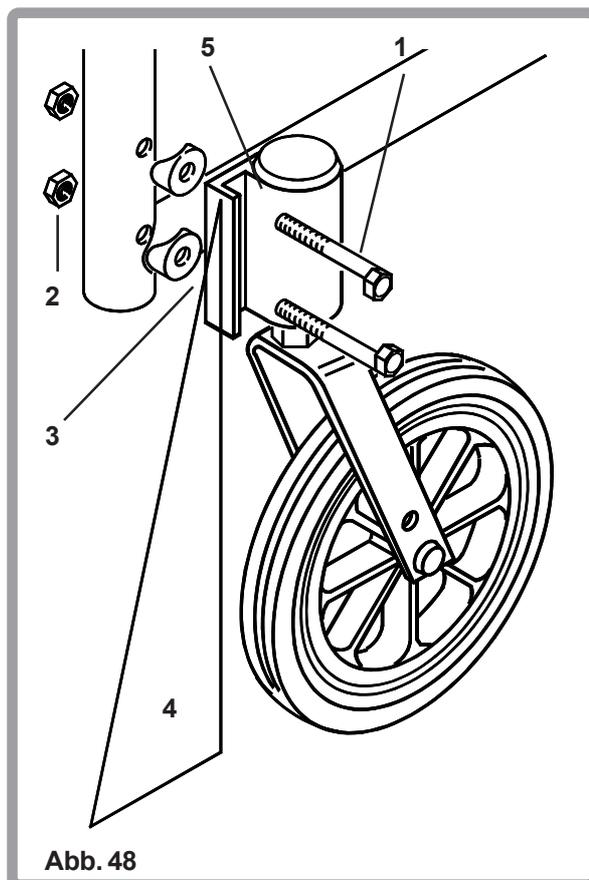

Abb. 48
Bei einem korrekt eingestellten Vorderradwinkel sollte dieser zwischen Radlagergehäuse und Boden 90° betragen (Abb. 48). Für eine genaue Einstellung stellen Sie den Rollstuhl auf eine ebene Oberfläche, z.B. auf einen Tisch. Lösen Sie nun die zwei äusseren Schrauben (1) und Muttern (2), welche die Vorderradhalterung (3) sichern. Plazieren Sie ein grosses rechtwinkliges Dreieck (4) auf der Tischoberfläche und gegen die Vorderseite des Radlagergehäuses (5). Nun wird der drehbare Radgabelbolzen in eine rechtwinklige Position zur Bodenoberfläche gebracht. Nach gelungener Ausrichtung können die beiden äusseren Schrauben wieder angezogen werden. Wiederholen Sie den gleichen Vorgang beim anderen Vorderrad.